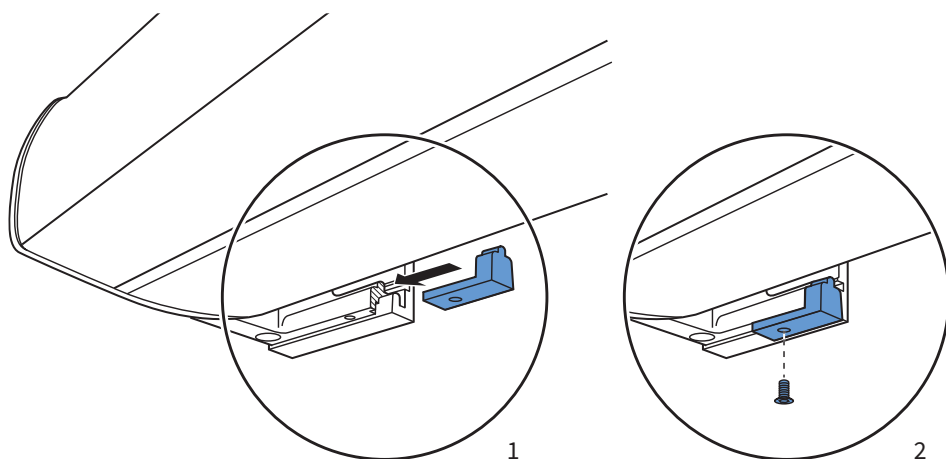

fig. 2.5 Montage av låsblock
1. Skjut låsblocket på plats över (1) väggkonsolen (A), se fig 2.5
2. Säkra låsblocket med bifogad fästskruv 8 x 15 mm, använd 5 mm:s insexnyckel (2).